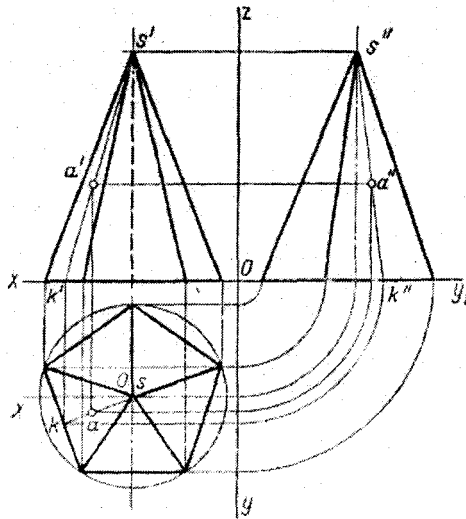

Рисунок 5
Після цього викладач задасть вам точку на фронтальній проекції ($m a'$ рисунок 5), Вам буде необхідно знайти дві інші проекції точки (a – на горизонтальній площині H , та a'' – на профільній площині W).
2. Проведіть через задану точку та вершину піраміди пряму. Ви отримаєте точки перетину цієї прямої з ребром основи піраміди ($m K'$ рисунок 5). Опустіть лінії зв'язку з $m K'$ на горизонтальну проекцію та з'єднайте отриману $m K$ з вершиною S на горизонтальній площині. На отриманій проекції прямої і буде знаходитись горизонтальна проекція заданої точки – опустіть лінію зв'язку на отриману пряму.